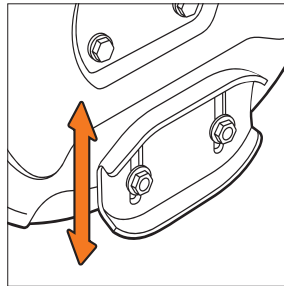

Рис. 33
- Затяните гайки с моментом 25 Н\*м. Лыжи имеют две рабочие поверхности, когда одна из сторон изнашивается переверните на её 180° (Рис. 33).